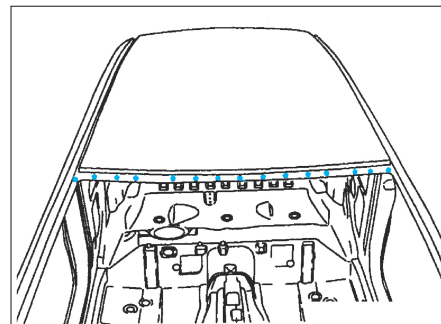
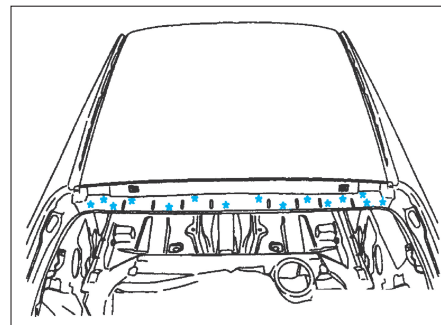
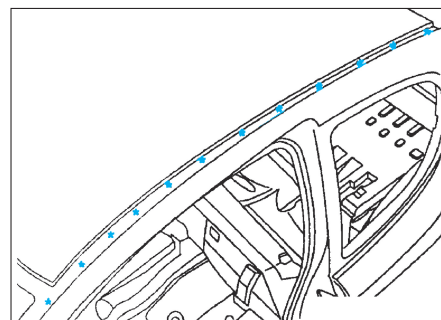

FIG. 101
FIG. 102
FIG. 103
- Découper par fraisage des points (pourtour de pavillon) (Fig.101), (Fig.102) et (Fig.103).